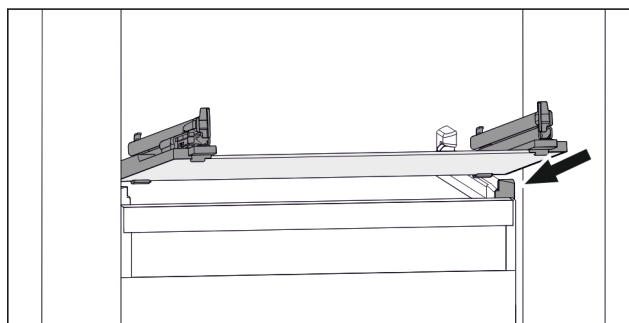

Fig. 40 Eksempel på fremstilling av glassplaten
- ▶ Sett glassplaten på skrå bak stopperne. (se Fig. 40)